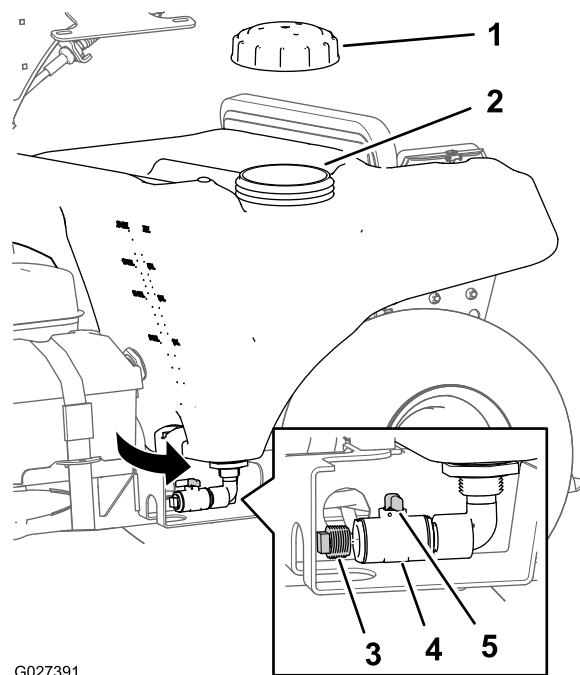

図 52
2. ナロー撒布パターンレバーもワイド散布パターンレバーも OFF であること、また、液剤タンクのドレンハンドルが左に 90° の位置、すなわち閉位置であることを確認する (図 52)。
4. 液剤タンクのふたを開ける 図 52。